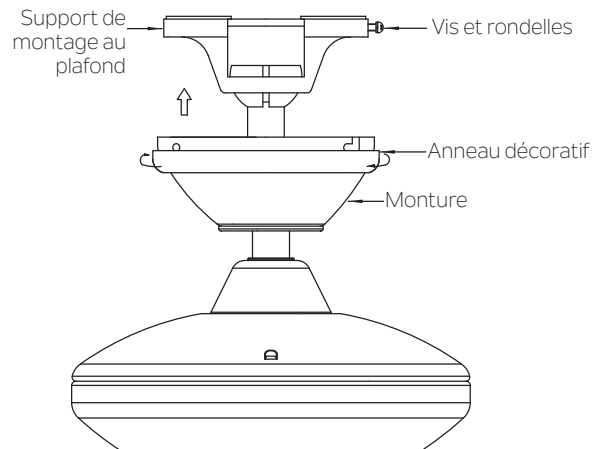

Fig. 13
**Étape 2.** Faites glisser le pavillon jusqu'au plafond et fixez-la au support de montage au plafond, à l'aide des 4 vis sur le bord supérieur du support de fixation. Insérez chaque vis à travers le trou de montage du pavillon dans le support de montage. Serrez fermement toutes les vis. (Fig. 13)